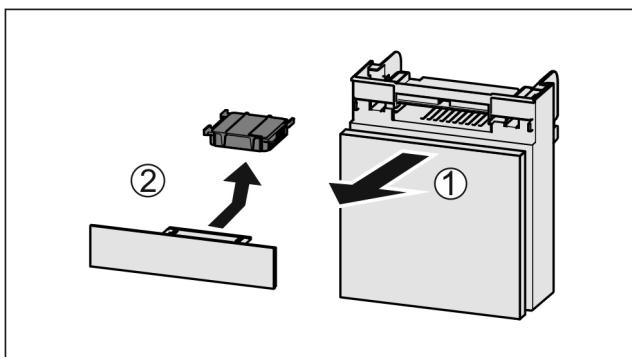

Fig. 88
- Потягніть Fig. 88 (1) відділення вперед.
► Витягнути Fig. 88 (2) фільтр з активованого вугілля.